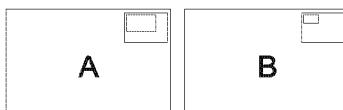

Рис. 18. Пример изменения увеличения
При изменении степени увеличения или положения увеличенного участка соответственно изменяется и картинка на экране, изменение также отображается и в окошке состояния. Например на рис. 18 показано увеличение с 200% (A) до 400% (B).